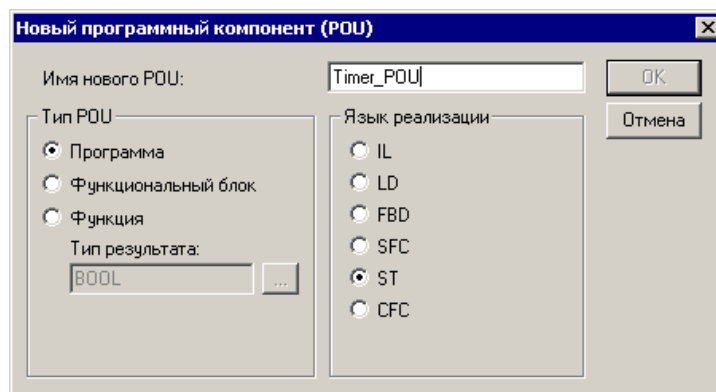

Рисунок 9.1 – Добавление POU
- 4) Воткрывшемся окне (см. рисунок 9.1) задать тип, имя и язык написания POU: добавляемый POU должен быть типа «Программа (Program)», имя и язык написания могут быть любыми, в примере выбран язык ST и дано имя Timer_POU.